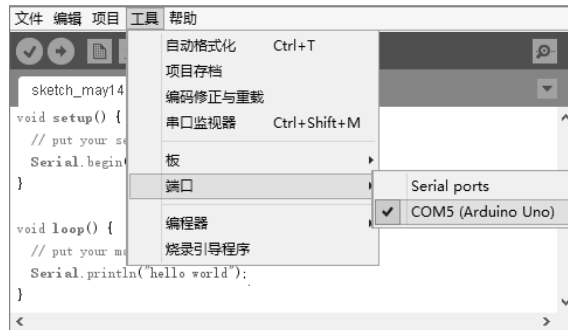

图 1-25 选择下载端口
(3) 选择下载端口。选择菜单栏中的【工具】→【端口】，选择对应的下载 COM 端口（如 COM3、COM4、COM5…），如图 1-25 所示。